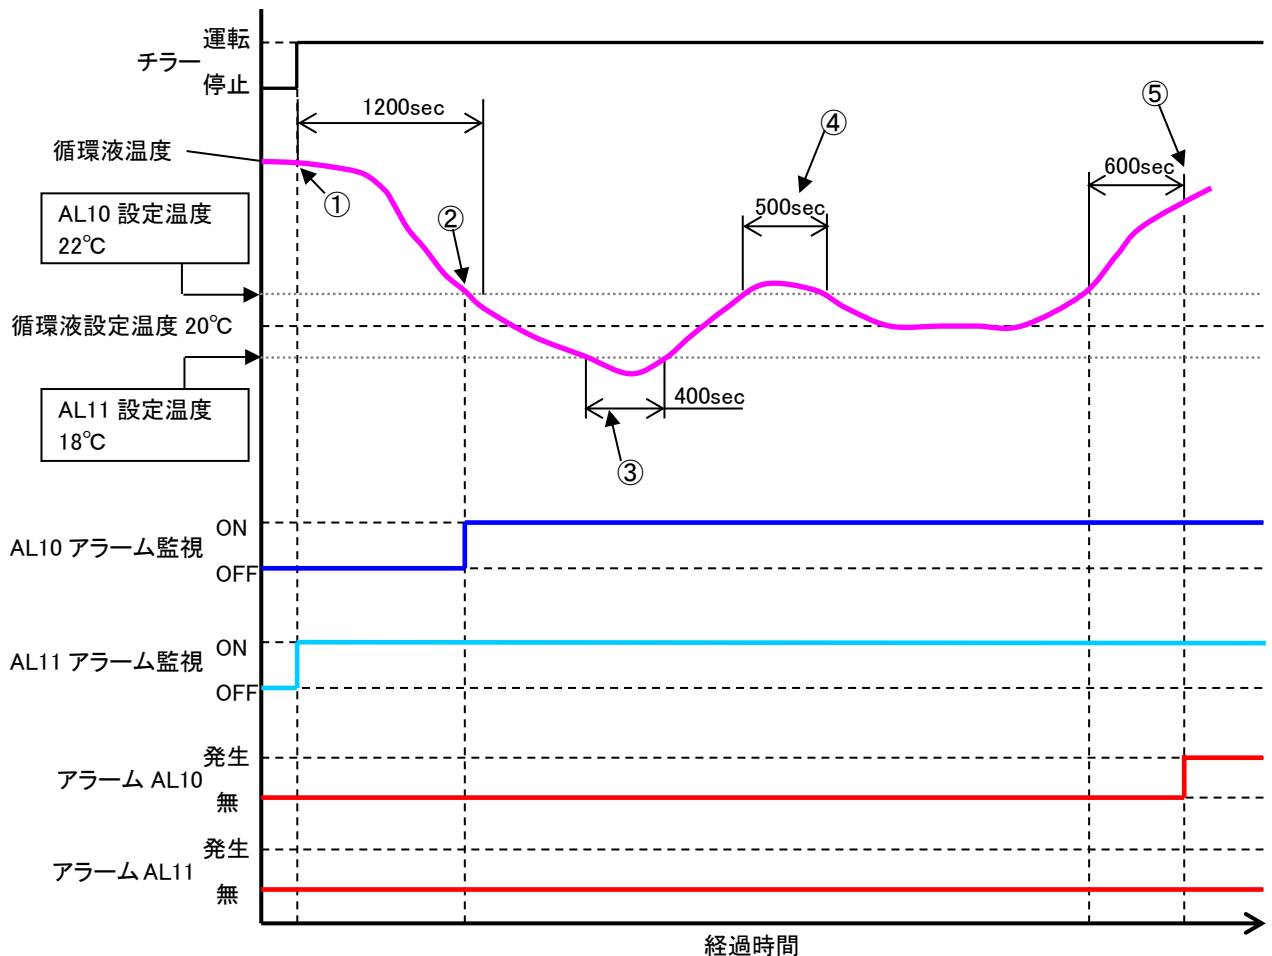

図 5-5 アラーム監視タイミング
④	Start Time	無監視時間	「Start Time」	運転開始後、本設定時間が経過した時点からアラーム監視を開始します。	0~9999sec *600sec
⑤	Out Time	はみ出し時間	「Out Time」	アラーム設定範囲外になった時点から本設定時間経過後にアラームを発生します。	0~600sec *5sec
③「Monitor Timing」アラーム監視条件として[RUN]を選択した場合、さらに[OFF]と[AUTO]の選択が可能です。ここで[AUTO]とは、④「Start Time」(無監視時間)の設定時間内に、循環液温度がアラーム設定温度範囲内となった場合、その時点からアラーム監視を開始する機能です。具体的なアラームの監視タイミングを「図5-5 アラーム監視タイミング」に示します。